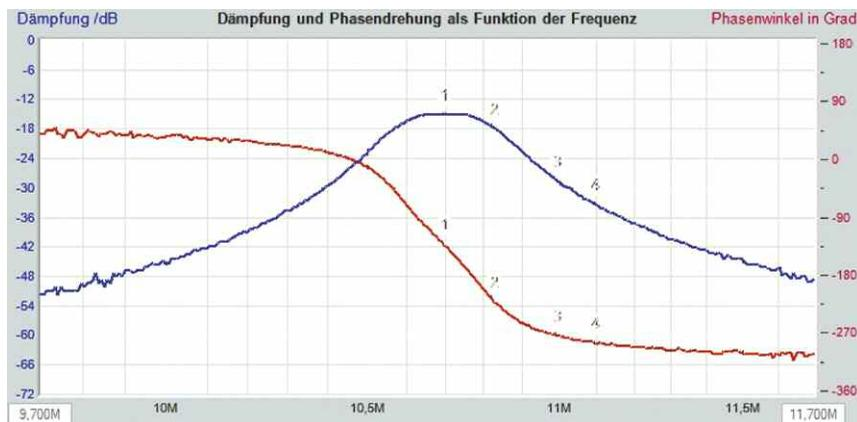

Рис. 20
ПЧ-фильтр настраивают при внешней нагрузке 200 Ом, но лучше бы с рабочим первым каскадом УПЧ. Для лучшего качества звукового сигнала вершина АЧХ должна быть плоской с протяжённостью не менее 200 кГц. Полоса пропускания по уровню -3 дБ — 430 кГц и при отстройке на ±400 кГц подавление составляет 12 дБ. На рис. 20 показана АЧХ фильтра с наилучшей настройкой, полоса пропускания по уровню -3 дБ — 280 кГц, соседний канал отстройкой ±300(±400) кГц подавлен на 14(18) дБ.